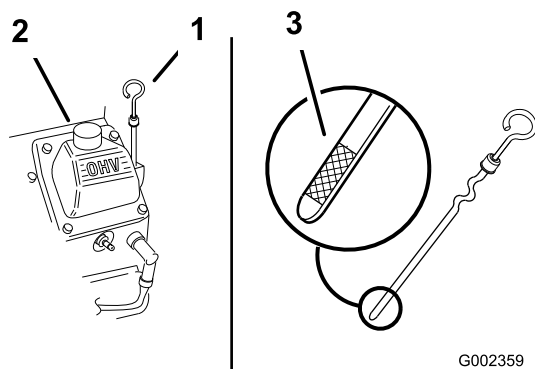

図 17
2. 給油口からごみが入ってエンジンを傷つけないように、ディップスティック (図 17) の周囲をウェスできれいに拭く。
3. ディップスティックを抜き取り、付いているオイルをウェスで拭きとってもう一度完全に差し込む (図 17)。
オイルの量がディップスティックの FULL 位置まであればよい (図 17)。
5. 不足している場合は、補給管についているキャップ (図 17) を取り、Full 位置までオイルを補給する。入れすぎないこと。